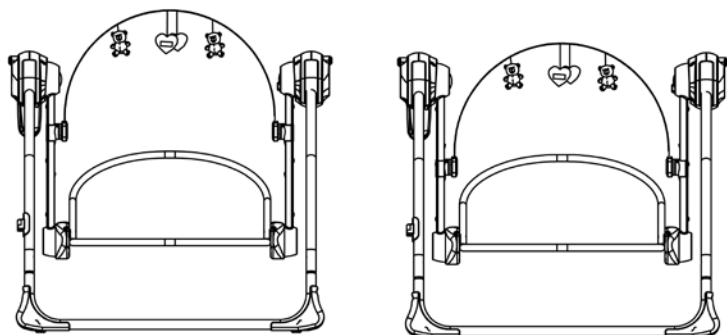

Abb.8
8. Die Höhe der Spielzeugstange kann nach oben und unten verstellt werden. Um die Stange nach oben zu verstellen, schieben Sie Stange bis zur obersten Einstellung. Drücken Sie auf die Verriegelung, um die Spielzeugstange nach unten zu verschieben (Abb. 8).